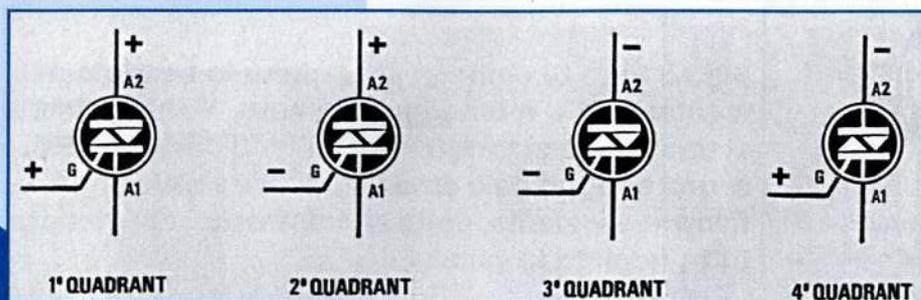

Fig.44 Les quatre quadrants de travail d'un TRIAC. Noter les polarités sur A2 et sur la Gâchette.
**1° quadrant** = Un TRIAC travaille sur le premier quadrant quand l'anode 2 et la Gâchette sont soumises à une tension positive (voir Fig.44). Par exemple un TRIAC qui travaille sur ce quadrant peut nécessiter sur la Gâchette une
**2° Quadrant** = En présence d'une tension positive sur l'anode 2 et d'une tension négative pour l'activation de la Gâchette, le TRIAC travaille sur le 2° quadrant (voir Fig.44). Le même TRIAC qui travaille sur ce quadrant peut nécessiter sur la Gâchette une tension de 0,8 volt environ et un courant de 6 milliampères.
**3° quadrant** = L'anode 2 et la Gâchette reçoivent une tension négative (voir Fig.44). Le TRIAC travaille alors sur le 3° quadrant.
**4° quadrant** = L'anode 2 est en présence d'une tension négative tandis que la Gâchette reçoit une tension positive, le TRIAC travaille sur le 4° quadrant (voir Fig.44). Dans cette configuration, l'activation du même TRIAC impose une tension de 1 volt et un courant de 14 milliampères sur la Gâchette.